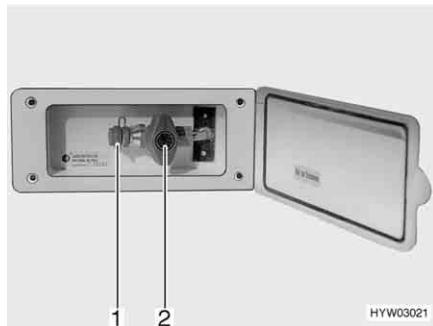

Fig. 117 Presa gas esterna, rubinetto di arresto del gas chiuso
La presa gas esterna (Fig. 117) si trova, a seconda del modello, nella parte posteriore o sul lato destro o sinistro del veicolo.
- Collegare l'apparecchio a gas esterno all'attacco (Fig. 117,1).
- Aprire il rubinetto di arresto del gas (Fig. 117,2).